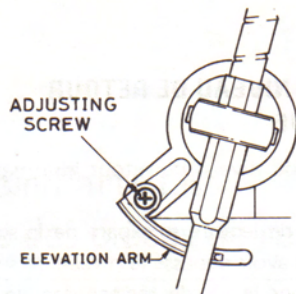

Fig. 2
2. Maintaining this state, rotate the adjusting screw (Fig. 2) so that distance between stylus tip and disk surface is about 6mm: turn the screw counterclockwise to raise the position of stylus tip, and clockwise to lower it.
2. Conserver l'ensemble des organes dans cette position, tourner la vis de réglage (figure 2) pour que l'écartement entre l'extrémité de la pointe de lecture et la surface du disque corresponde approximativement à 6mm; tourner la vis dans le sens horaire opposé pour relever la position de l'extrémité de la pointe de lecture et agir dans le sens horaire pour l'abaisser.